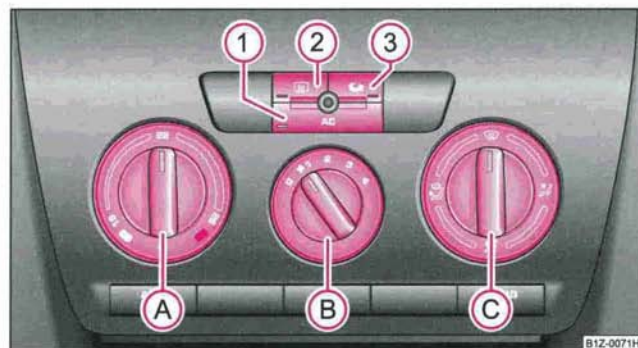

Fig. 120 Climatiseur: Eléments de commande
Le climatiseur ne fonctionne que si la touche **AC** ⇒ page 128, fig. 120 ① est enfoncée et les conditions ci-après remplies:
- Faites tourner le régulateur rotatif (A) → fig. 120 vers la droite pour augmenter la température.
- Faites tourner le régulateur rotatif (A) vers la gauche pour abaisser la température.
- Appuyez sur la touche (AC) (1) → fig. 120. Le témoin s'allume dans la touche.
- On arrête le climatiseur en appuyant de nouveau sur l'interrupteur (AC). Le témoin s'éteint dans la touche.
- Régulateur rotatif (A) ⇒ page 128, fig. 120 à fond vers la droite
- Bouton (B) du ventilateur sur position 4
- Régulateur de diffusion d'air (C) sur la position
- Régulateur rotatif (A) ⇒ page 128, fig. 120 à fond vers la gauche
- Bouton (B) du ventilateur sur la position souhaitée
La circulation d'air de recyclage s'arrête automatiquement si l'on met le régulateur de diffusion d'air (C) sur la position  ⇒ page 128, fig. 120. En réappuyant plusieurs fois sur la touche , vous pouvez réenclencher le recyclage de l'air dans cette position également.